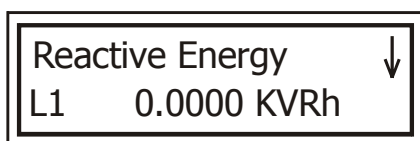

Рис. 39
2. Нажмите , на дисплее появится экран значений реактивной энергии. Используйте кнопку , чтобы посмотреть реактивную энергию во всех трех фазах и суммарную реактивную энергию (рис. 39):